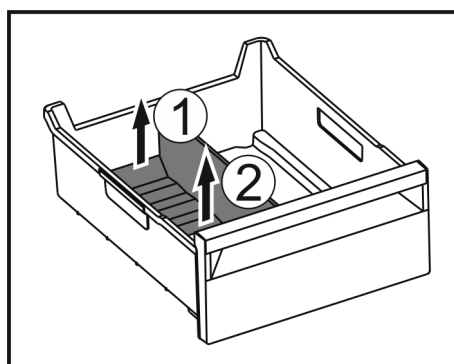

Fig. 146
- Lyft upp frysfacksdelarens bakre del. Fig. 146 (1)
- Ta ut frysfacksdelaren uppåt. Fig. 146 (2)